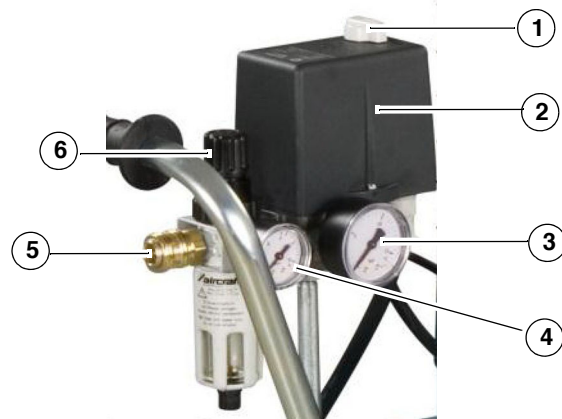

Abb. 10: Einstellung Arbeitsdruck
Schritt 6: Schließen Sie die Entwässerung und prüfen Sie, ob der Kompressor den Behälter lädt und bei P_{max} anhält (max. Druck; wird durch das Manometer (Pos. 3, Abb. 10) angezeigt).
Der Arbeitsdruck wird mit dem Filterdruckregler (Pos. 6, Abb. 10) eingestellt (Heben der Drehkappe, gewünschten Druck einstellen und Drehkappe wieder hinunter drücken und dadurch fixieren) und am Manometer (Pos. 4, Abb. 10) abgelesen. Die Entnahme erfolgt über Kupplung (Pos. 5, Abb. 10).